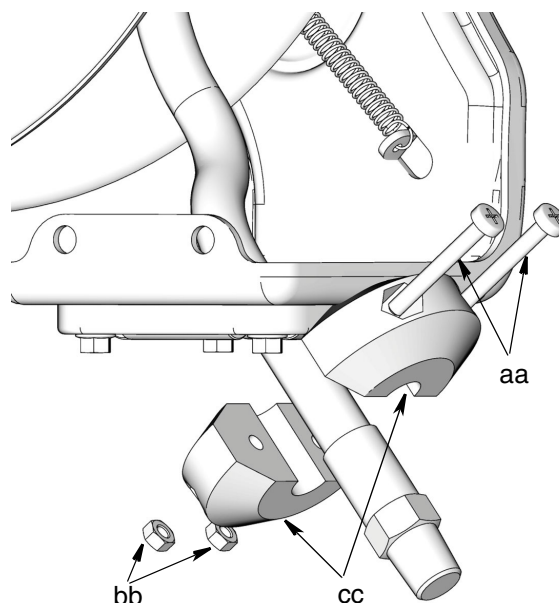

FIG. 23
5. Retirez l'arrêt de flexible de l'extrémité du flexible et mettez toutes les pièces dans un endroit sûr pour les réinstaller sur le nouveau flexible plus tard (FIG. 23).